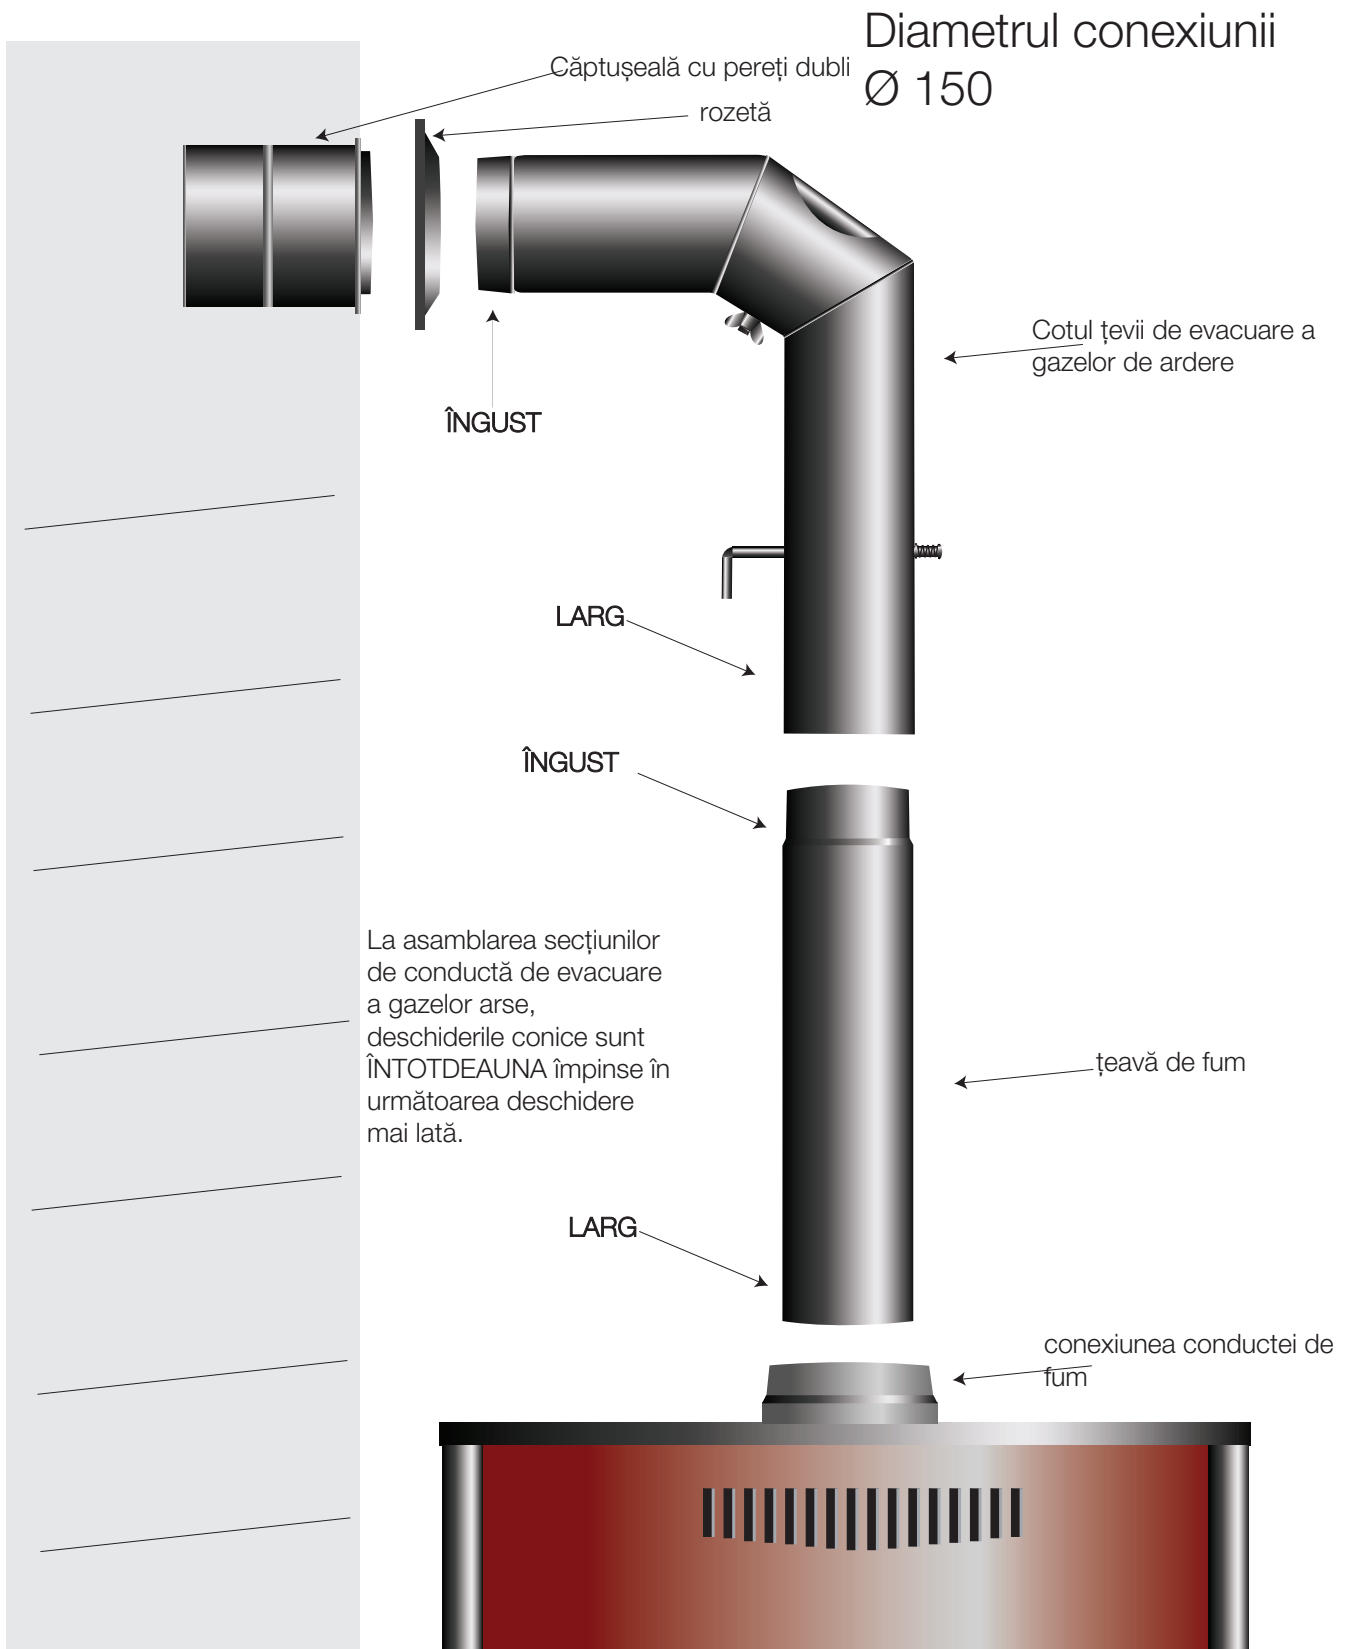

Figura 3 Conectarea sobei pe lemne la coșul de fum
4. Figura 3 Conectarea sobei pe lemne la coșul de fum	Pagină 8